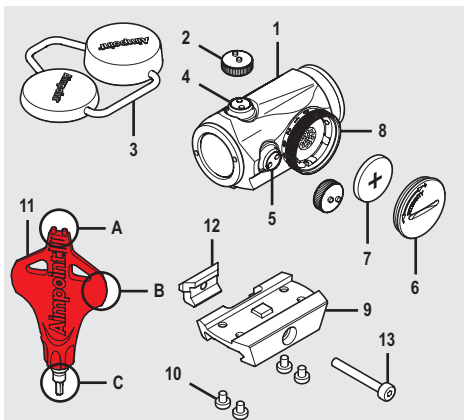

Abb. 1
- a Batteriedeckel (6) mit Werkzeug (11B) entfernen.
- b Die Batterie (7) mit der Plusseite (+) zum Batteriedeckel (6) hin einsetzen wie in Abb. 1 zu sehen ist.